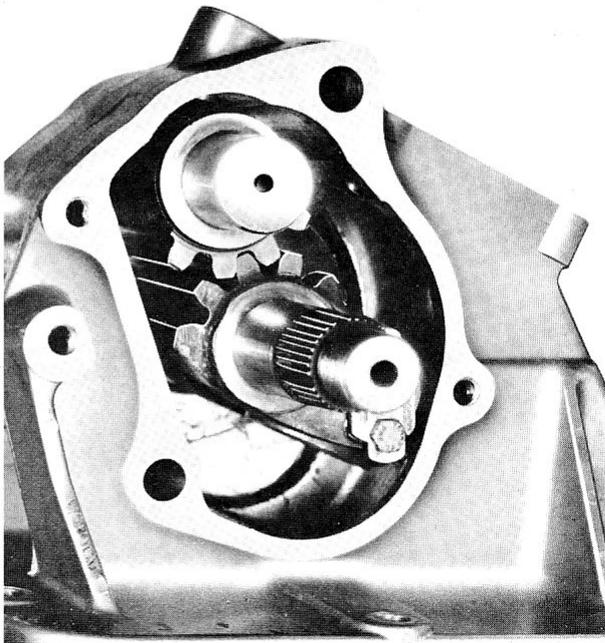

Fig. 8
- 5° Engager l'arbre de direction de bras droit en prenant garde de ne pas détériorer la bague au contact des cannelures. L'arbre devra être engagé de telle façon que la dent centrale de l'arbre de renvoi de bras gauche soit engrenée dans l'entre-dents central de l'arbre de renvoi de bras droit (fig. 8).